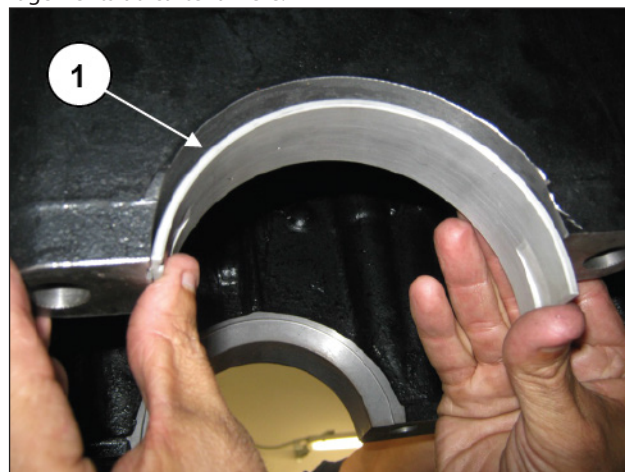

Fig. 108
Monter les demi-coussinets de palier (rep. ①, Fig. 108) dans les logements du carter arrière.